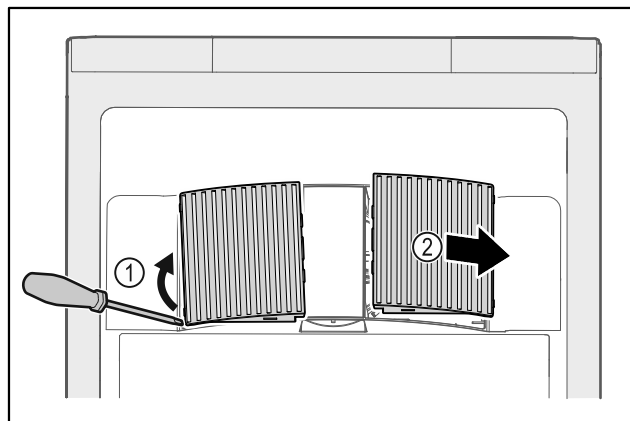

Fig. 104
- ▶ Oprezno podignite ventilatorske pokrove sa strane Fig. 104 (1) i skinite ih prema naprijed Fig. 104 (2).